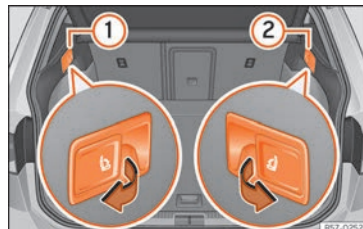

Abb. 113 Im Gepäckraum: Hebel zur Fernentriegelung der Teile links (1) und rechts (2) von der Rücksitzlehne.
- Entriegelungshebel »» **Abb. 113** von dem Lehnenteil ziehen, der vorgeklappt werden soll.